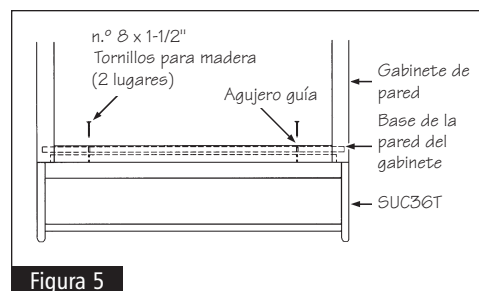

Figura 5
- 3 Use una broca de 3/32" para taladrar un agujero guía aproximadamente de 1-1/2" de profundidad a través de la parte posterior de la SUC36T y en cada uno de los montantes que se habían marcado en el paso 1. Vuelva a poner la unidad en el lugar deseado. Vea la figura 5.